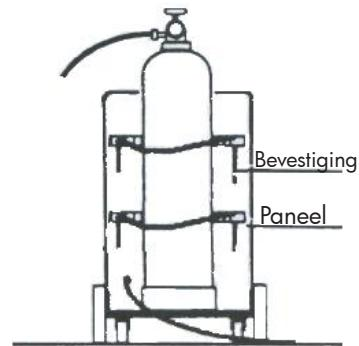

Afb. 3
3. Open de draadaanvoereenheid, schuif het uiteinde van de draad door de buis, de aanvoerrol en zet de buis van de lastoorts in. Sluit vervolgens de draadaanvoereenheid. Stel de moer van de draadaanvoerrol in (afb. 3).